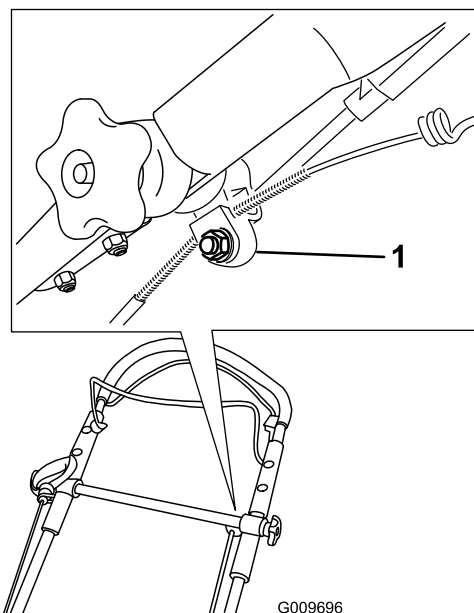

Figura 49
- Allentate il dado sul serrafile per cavi (Figura 49).